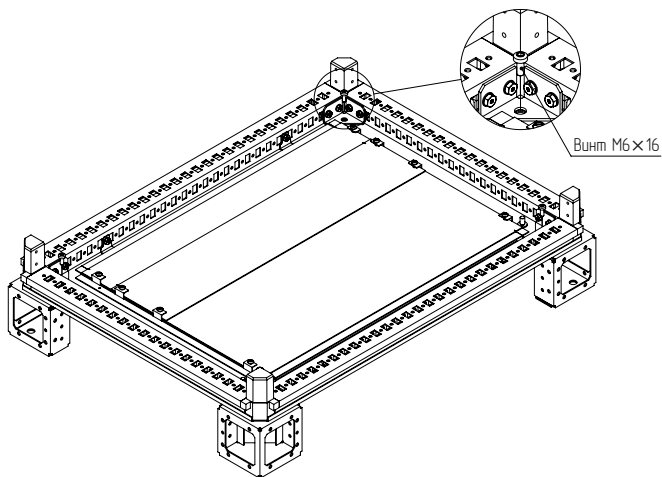

Рисунок 6
4.3.3 Зафиксировать каждый угол цоколя от проворачивания с помощью винта M6 x 16 (рисунок 6). Момент затяжки – 7 Н·м.